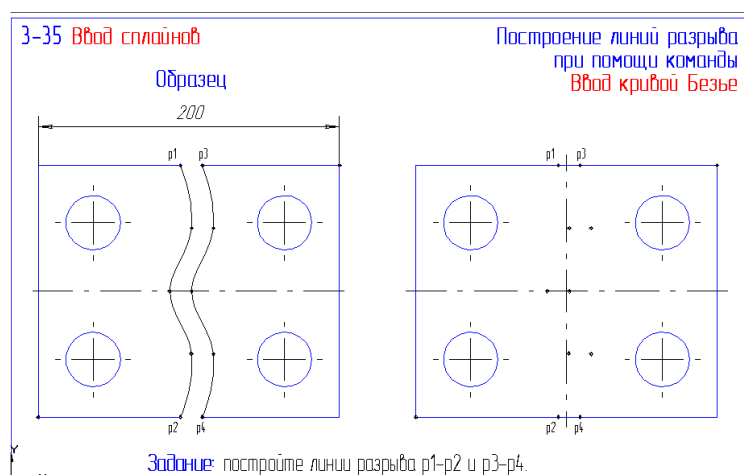

Рис. 41
43. Откройте файл фрагмента 3-35 (рис. 41). Для удаления вертикальной оси детали выделите макроэлемент – осевые линии, примените к нему команду **Разрушить** из меню **Операции**. Выделите вертикальную ось и удалите ее клавишей [Delete].